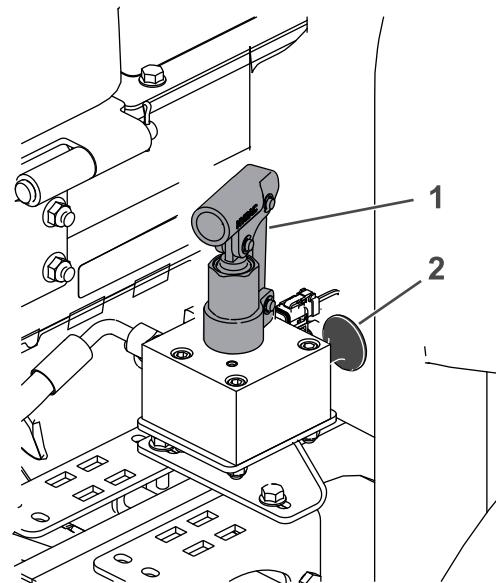

Figure 59
4. Localisez le collecteur de desserrage du frein près de la roue avant droite et derrière le réservoir de liquide hydraulique (Figure 59).